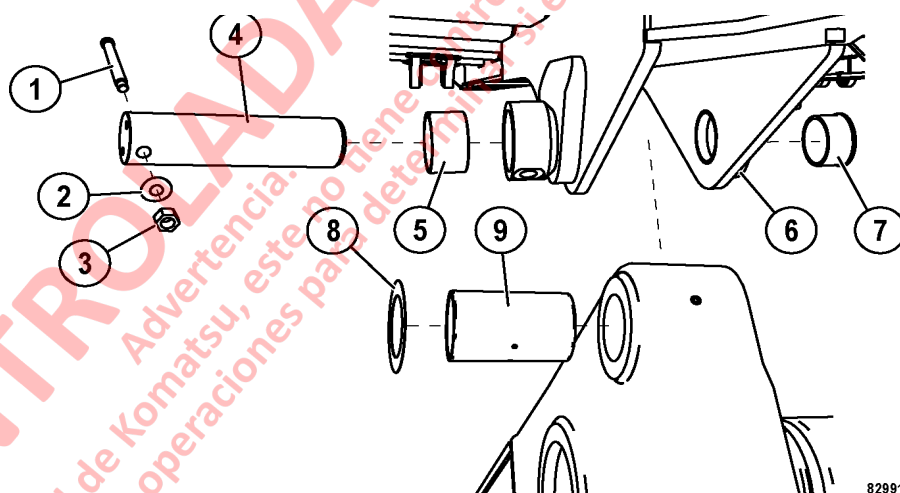

FIGURA 3-3. PASADOR PIVOTE DE LA TOLVA
- Desmonte la tuerca de autobloqueo (3, Figura 3-3), las arandelas planas (2) y los pernos de resalto (1) de ambos pivotes de la tolva.
- Retire el pasador de pivote (4), lo suficiente para permitir que las laines (8) salgan. No es necesario sacar todos los pasadores, a menos que se instalen pasadores nuevos.
- Instale las laines (8, Figura 3-3) en ambos pivotes, como se solicita, para llenar los espacios exteriores y el centro de la tolva en el pivote del bastidor.